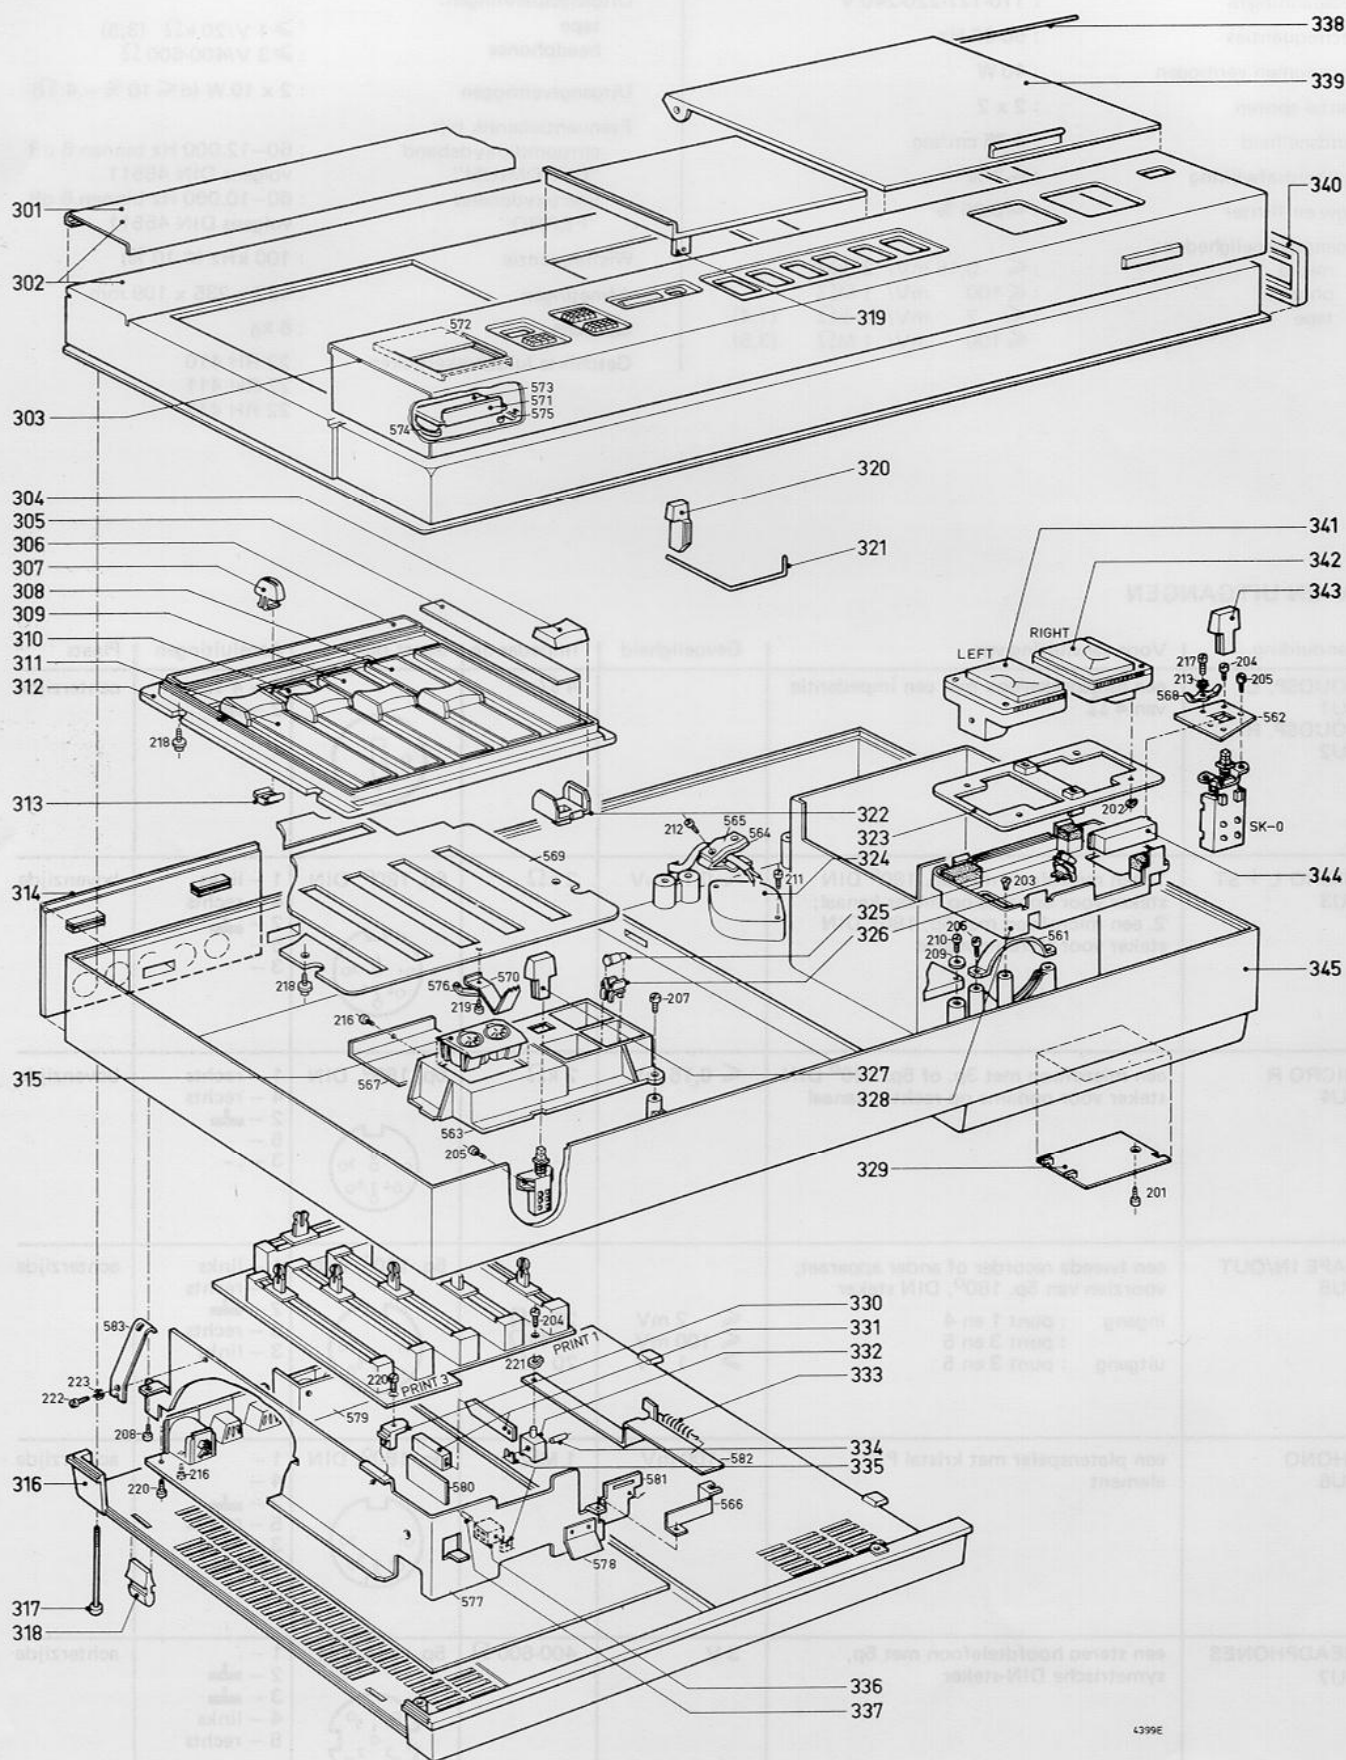

Fig. 1
A. Zonder het apparaat uit te kasten, fig. 1.
B. Onderdelen, waarbij het apparaat uitgekast moet worden, fig. 1.
- Om deze te kunnen vervangen moet eerst de plaat pos. 569 worden losgeschroefd.
6. Spoelschotels, fig. 1
- De voedingsprint is bereikbaar nadat de indikators en de houder 328 zijn verwijderd (fig. 1).